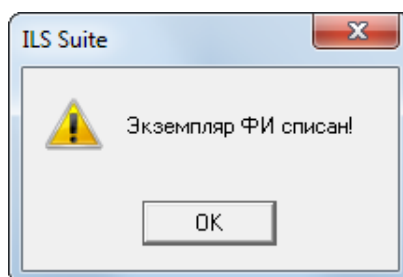

Рис. 13-111 – Информационное сообщение «Экземпляр ВС списан»
7) Выводится информационное сообщение о том, что экземпляр ВС списан (рис. 13-111).